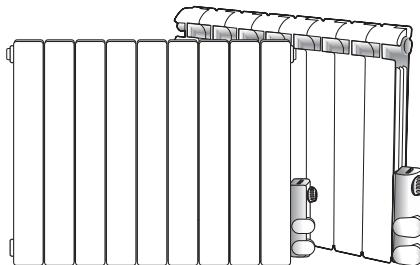

Figure 2
- 1- Les cotes minimales indiquées sur la **figure 2** devront être respectées